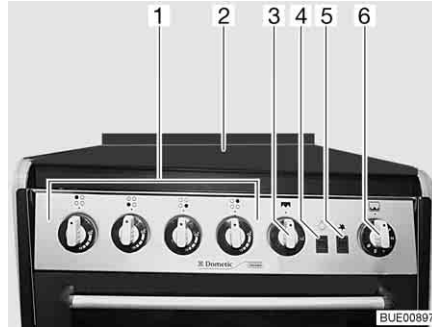

Bild 181 Gasspis med ugn och grill
- Öppna gasspisens lock (Bild 181,2).
- Vrid vridregulatorn (Bild 181,1) till önskad låga till tändningsläge (stor låga) och tryck ned den.
- Tryck på tändknappen (Bild 181,5) tills lågan tänds.
- ▷ Med reglaget (Bild 181,4) tänds och släcks belysningen i ugnen.
- Tryck lätt på vridregulatorn (Bild 181,3) och vrid till tändningsläge (stor låga).
- Tryck lätt på vridregulatorn (Bild 181,6) och vrid den till ett tändningsläge mellan 1 och 6.